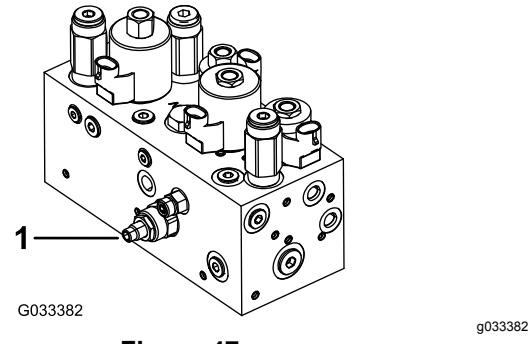

Figura 47
Il circuito di sollevamento/abbassamento degli apparati di taglio è provvisto di una valvola di regolazione del flusso (Figura 47). Questa valvola è preimpostata in fabbrica a circa 3 giri di apertura, ma può essere necessario regolarla per compensare le differenze di temperatura del fluido idraulico, velocità di tosatura, ecc.
1. Alzate il sedile e individuate la valvola di regolazione del flusso per il telaio di trazione centrale (Figura 47) situata sul lato del collettore idraulico.